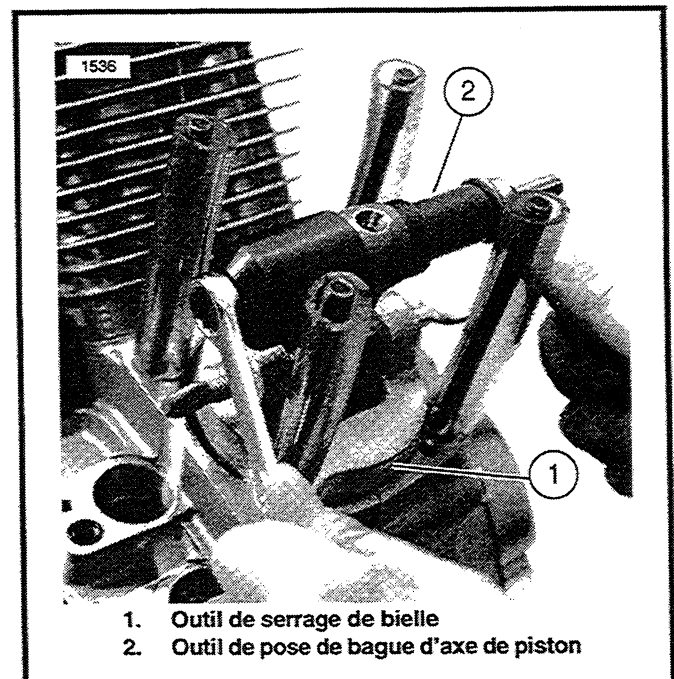

Figure 3-36. Installation d'une nouvelle bague d'axe de piston
1. Voir Figure 3-36. Installez les tuyaux en plastique sur les goujons.
7. Voir Figure 3-36. Attachez l'OUTIL DE POSE DE BAGUE D'AXE DE PISTON (réf. HD-95984-32C) à la bielle ; placez la nouvelle bague entre la bielle et le chasse.